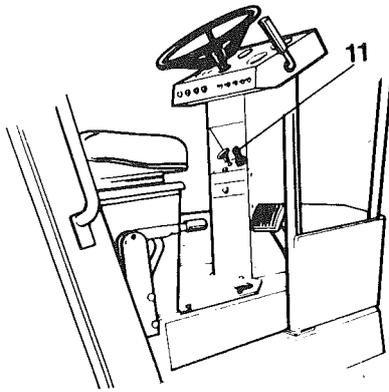

Abb. 7 Fahrerkabine
(Die Höchstgeschwindigkeit erhält man bei vollem Ausschlag des Vor-/Rückwärtshebels (4, Abb. 7).
- 4 Die Feststellbremse (32, Abb. 7), lösen, d. h. den Hebel vor-/abwärts führen. Hierbei erlischt die Warnleuchte für die Feststellbremse.